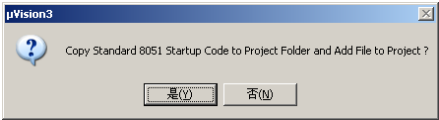

图 21-9 “ μ Vision3”对话框
- (3) 单击“确定”按钮，此时弹出“ μ Vision3”对话框，如图 21-9 所示。单击“是”按钮，完成工程的建立。